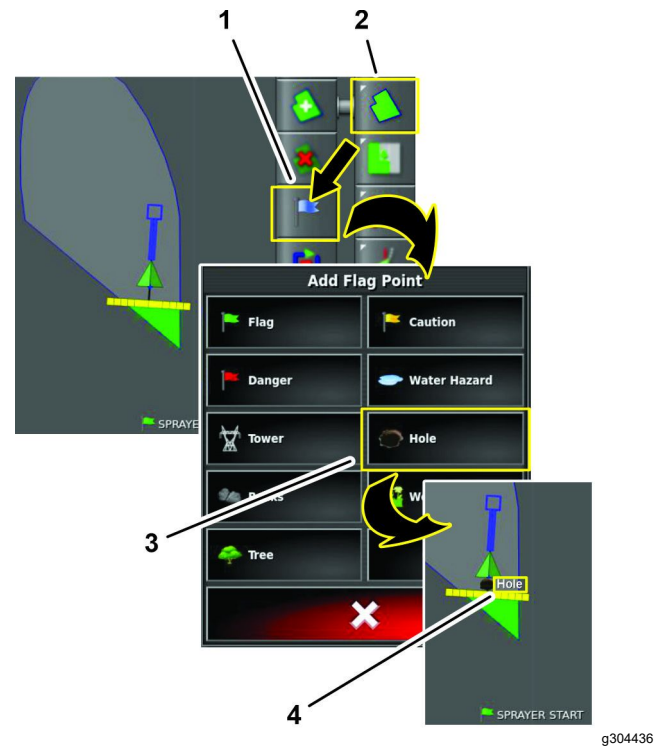

図 79
2. 現場メニューアイコンを押し、フラッグポイント設定アイコンを押し **図 79**。
3. フラッグポイント追加メニューで、フラッグポイントアイコンを選択する **図 79**。
制御コンソール画面の車両後方にフラッグポイントが表示される **図 79**。